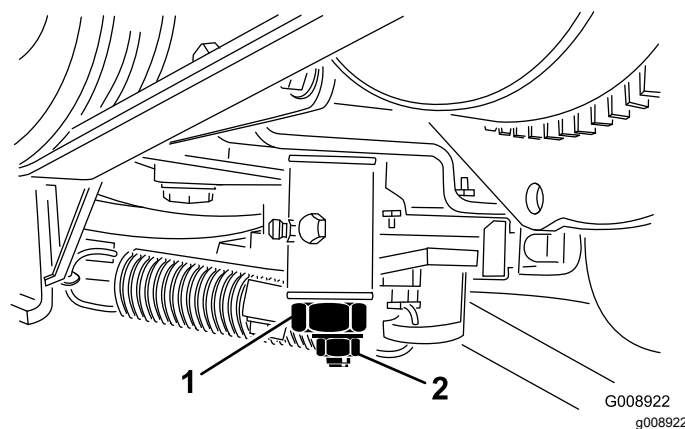

図 59
3. トラクション調整カムのロックナットをゆるめる (図 59)。